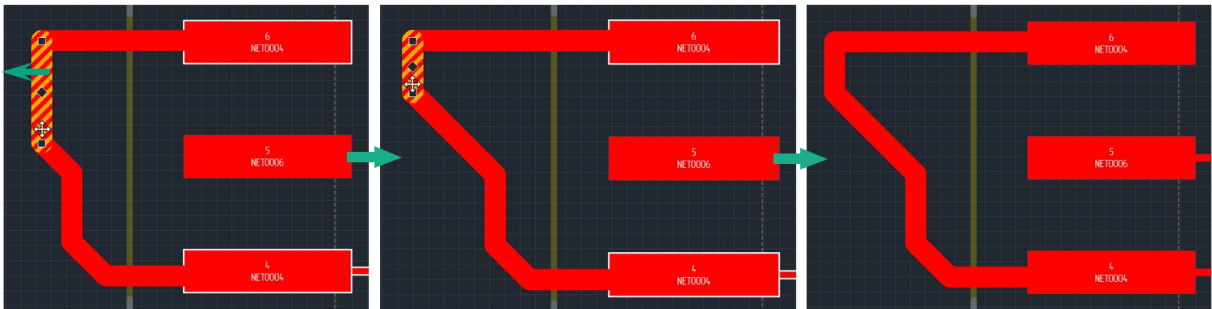

Рис. 255 Перемещение сегмента трека
- Нажмите левую кнопку мыши и, удерживая ее, переместите сегмент. Перемещение сегмента определяется перемещением курсора, см. Рис. 255.